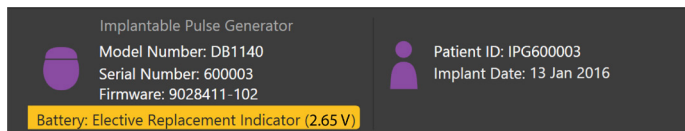

Figura 15. Messaggio ERI visualizzato nella scheda Connect (Connetti)
Non è possibile connettersi a uno stimolatore non ricaricabile (CP) la cui batteria sia vicina al termine della sua durata. Il CP visualizzerà lo stimolatore con un messaggio ERI e il voltaggio della batteria dello stimolatore come mostrato nella Figura 15 sulla scheda **Connect (Connetti)**. Una volta comparso il messaggio ERI non è possibile effettuare alcuna modifica delle impostazioni dello stimolatore.